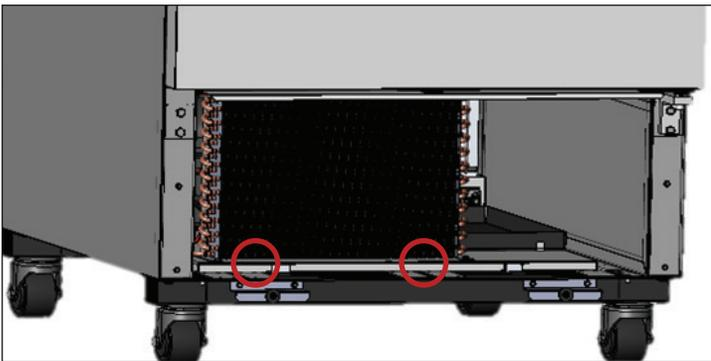

Fig. 5. Retire los pernos de la base del condensador.
5. Retire los pernos de la base del condensador. Consulte la fig. 5.